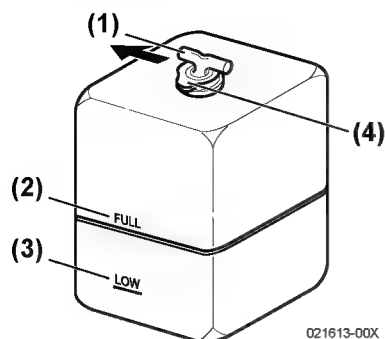

Figure 11
Vérifiez le niveau du liquide de refroidissement dans le réservoir de récupération du liquide de refroidissement. Le niveau devrait être à la marque **FULL** (**Figure 11, (2)**). Ajoutez du liquide de refroidissement si nécessaire. **AVIS: Ne versez JAMAIS du liquide de refroidissement froid dans un moteur chaud.**
6. Enlevez le bouchon du réservoir de récupération du liquide de refroidissement (**Figure 11, (4)**) pour ajouter du liquide de refroidissement si nécessaire. N'ajoutez pas d'eau.
8. Vérifiez le tuyau en caoutchouc (**Figure 11, (1)**) connectant le réservoir de récupération du liquide de refroidissement au réservoir du liquide de refroidissement/échangeur thermique. Remplacez-le s'il est endommagé.
2. Ajoutez du liquide de refroidissement au réservoir de récupération du liquide de refroidissement pour qu'elle reste entre la limite supérieure et la limite inférieure (**Figure 11, 2 et Figure 11, 3**).